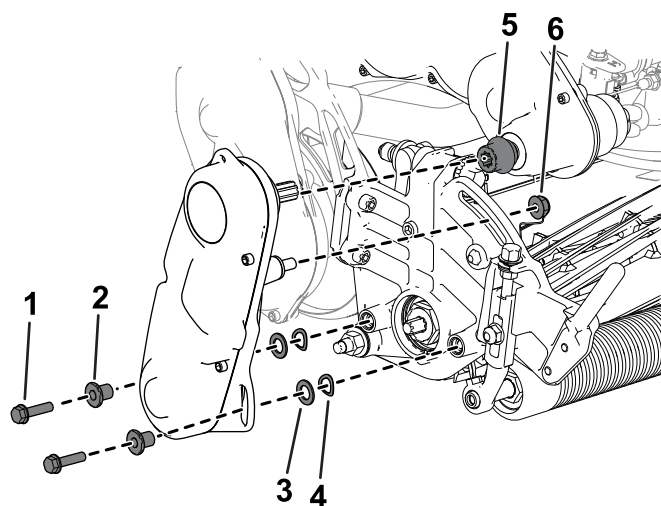

Bild 5
- Montieren Sie die Kupplung an der Antriebswelle des Getriebes (Bild 5).
- Verwenden Sie die zuvor entfernten Befestigungsmittel, um den Spindelantrieb in das Mähwerks einzubauen (Bild 5).
- Stellen Sie sicher, dass sich die Kupplung (Bild 5) auf der Antriebswelle des Getriebes leicht hin und her bewegen lässt.